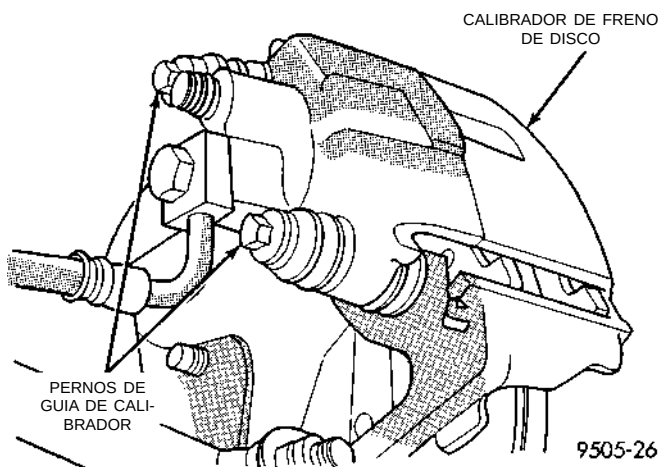

Fig. 68 Pernos del pasador guía del conjunto de calibrador
(1) Eleve el vehículo sobre gatos fijos o céntralo sobre un elevador. Consulte Elevación en la sección de Lubricación y mantenimiento de este manual.
(2) Retire del vehículo los conjuntos de rueda y neumático traseros.
(3) Retire los 2 pernos que fijan el conjunto del calibrador en el pasador guía del adaptador (Fig. 68).
(5) Instale los pernos del pasador guía del conjunto de calibrador en el adaptador y ajústelos (Fig. 68). Apriete luego ambos pernos del pasador guía con una torsión de 22 N·m (192 libras pulgada).
(6) Instale el conjunto de rueda y neumático.
(7) Apriete las tuercas de los pernos de instalación de la rueda en la secuencia adecuada hasta que todas estén con la mitad de torsión de la especificación. Después repita la secuencia de ajuste hasta que complete la especificación total de 135 N·m (100 libras pie).
(8) Retire los gatos fijos o baje el elevador. **Antes de mover el vehículo, bombee varias veces el pedal de freno, para asegurarse de que éste está firme.**
(9) Pruebe el vehículo en la carretera y efectúe varias paradas para desgastar cualquier material extraño presente en los frenos y asentar las pastillas de freno.